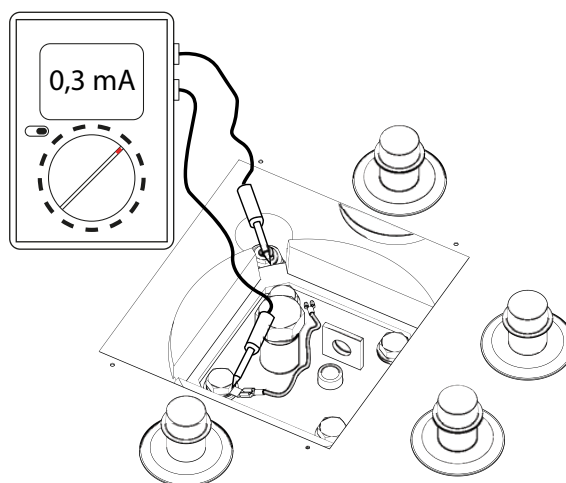

Fig.18 Måling af anodestrøm.
3. Tilslutningskablet frakobles (jord) (Fig.18) fra beholderens dæksel eller anoden.
4. Tilslut et multimeter (mA) og aflæs anodestrømmen. (Fig. 18)